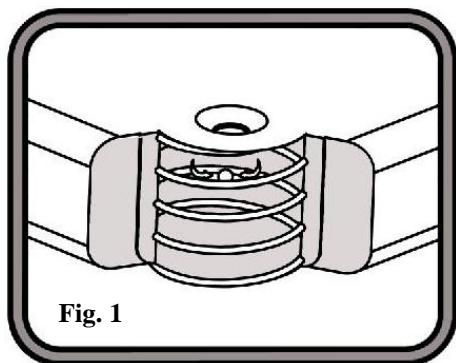

Fig. 1
2. Individuare la pompa a pedale integrata (**Fare riferimento alla struttura della pompa in Fig. 1**). **E il lato in PVC floccato dovrebbe essere rivoltato durante il gonfiaggio.** Fare riferimento alla **Figura 2**